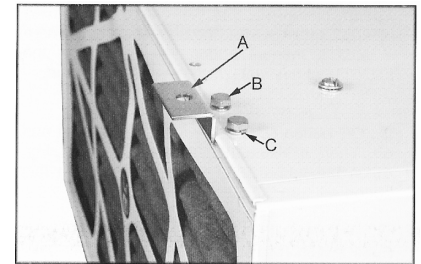

Fig 1
Placer den ene ende af beslaget (A) under kanten på filtret og sku den fast med 2 skruer (B) og låseskiver (C) som vist ovenfor i fig.1.